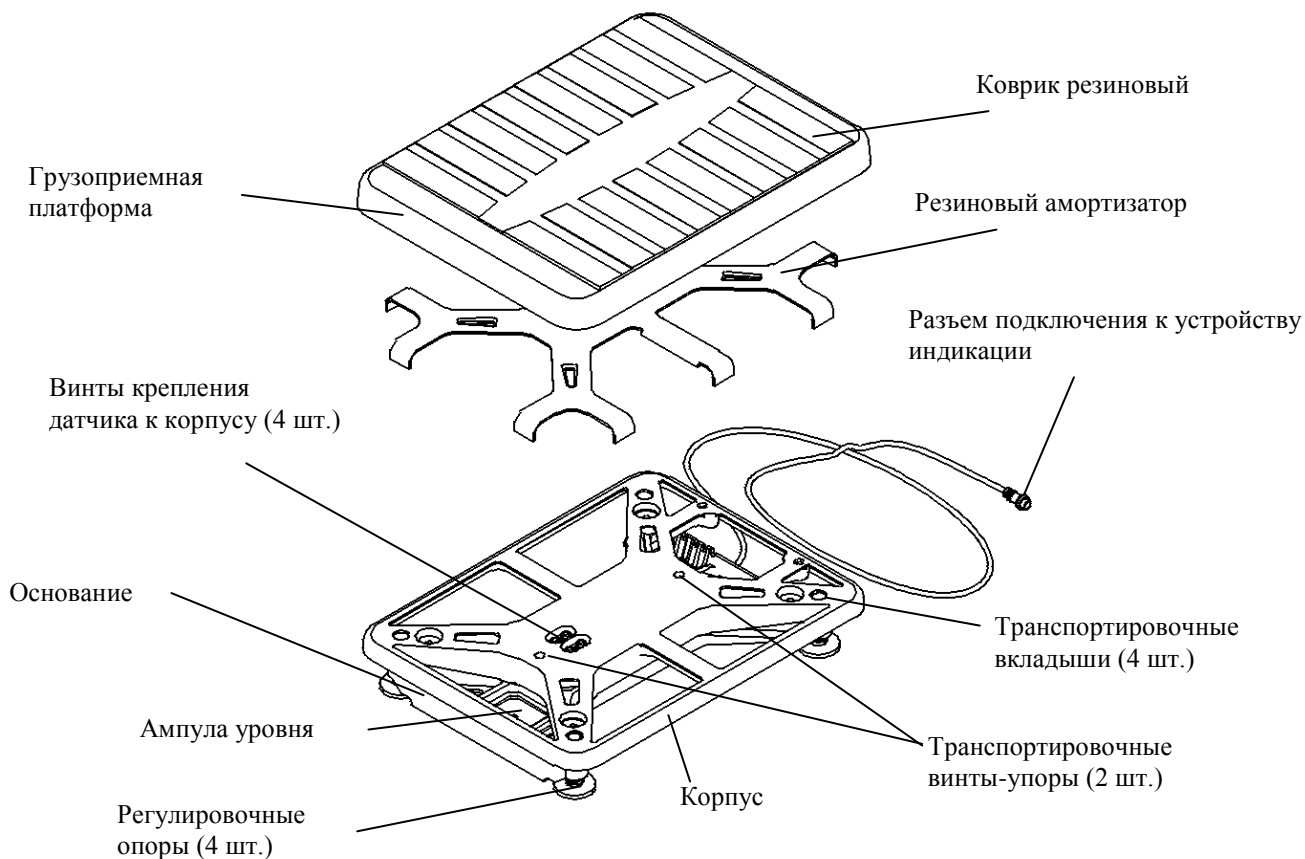

Рис. 6.2 - Весовая платформа
7.1.3 В весовой платформе (Рис. 6.2) вывернуть два транспортировочных винта-упора, вращая их только против часовой стрелки.